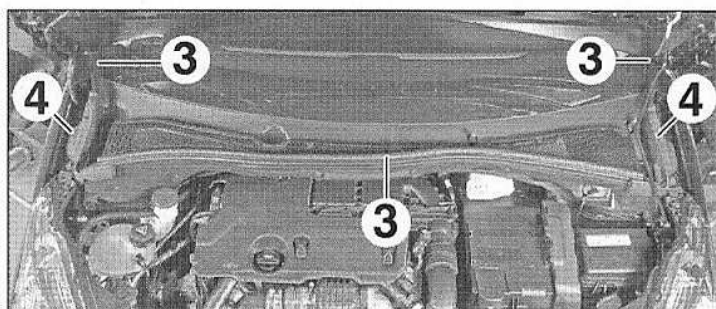

FIG.57
- Dégrafer (Fig.57) :
- les joints (3),
- les insonorisants (4).